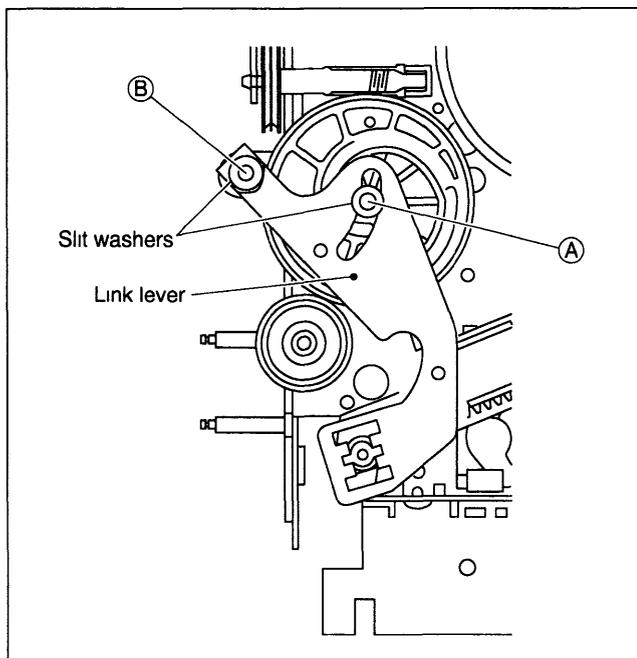

Fig 2-3-6
- (4) Gire a alavanca de conexão no sentido horário e monte-a no eixo do centro do came de controle ① e no eixo do lado esquerdo do came de controle ② (Veja Fig 2-3-6)
- (5) Coloque as travas (slit washers) nos pontos ① e ②